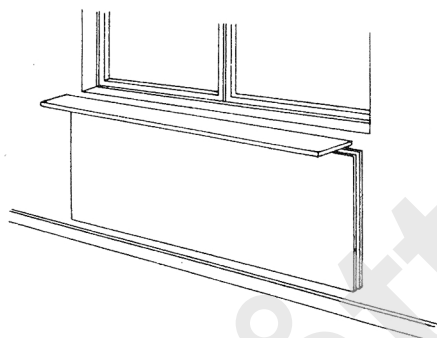

Fig. 03.
- .1 varmekilden ha en lengde som omtrent tilsvarer vindusbredden, fig. 03,